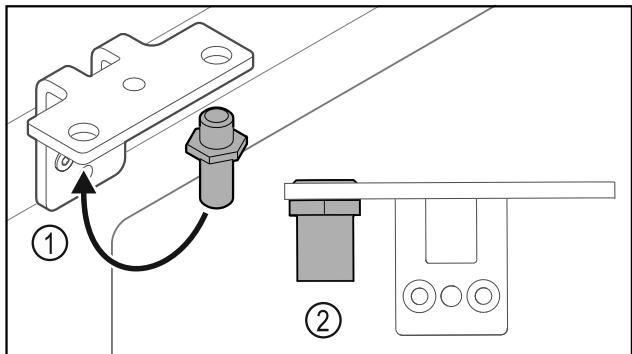

Fig. 34
- ▶ 调换合页角铁中的螺栓 Fig. 34 (1)。
- ▶ 用 **12 Nm** 的扭矩拧紧螺栓 Fig. 34 (2)。